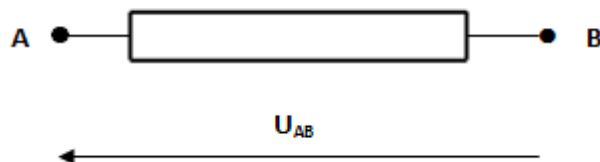

Figure 4
La tension aux bornes d'un dipôle possède un signe, c'est pourquoi on la symbolise par une flèche (voir figure 4). La tension U_{AB} aux bornes du dipôle (AB) est la valeur indiquée par un voltmètre avec les branchements suivants :